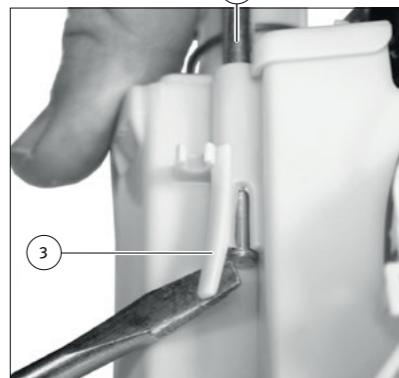

Abb. 1/Fig. 1/Puc. 1/图1
- Soulevez légèrement les blocages (3) et détachez les barres de guidage (2) (Fig. 1).
- Mettez la partie supérieure (4) prudemment de côté. Attention aux câbles électriques !
- Sortez le ressort (1) et mettez-le en sûreté.
- Sortez les contacts électriques (9) de la pompe à carburant (8).
- Les cas échéant, retirer les enveloppes en plastique (9a) protégeant les contacts (9).
- Retirez le tuyau (7) de la tubulure de refoulement. Veillez à endommager le moins possible le tuyau à carburant.